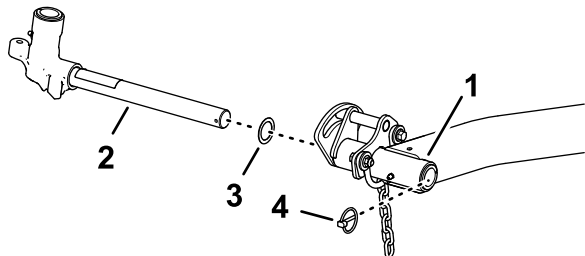

Figura 28
1. Îndepărtați tiftul de prindere și aiba care fixează axul pivot al braului de ridicare pe braul de ridicare și glisați arborele pivotului în afara braului de ridicare (Figura 28).